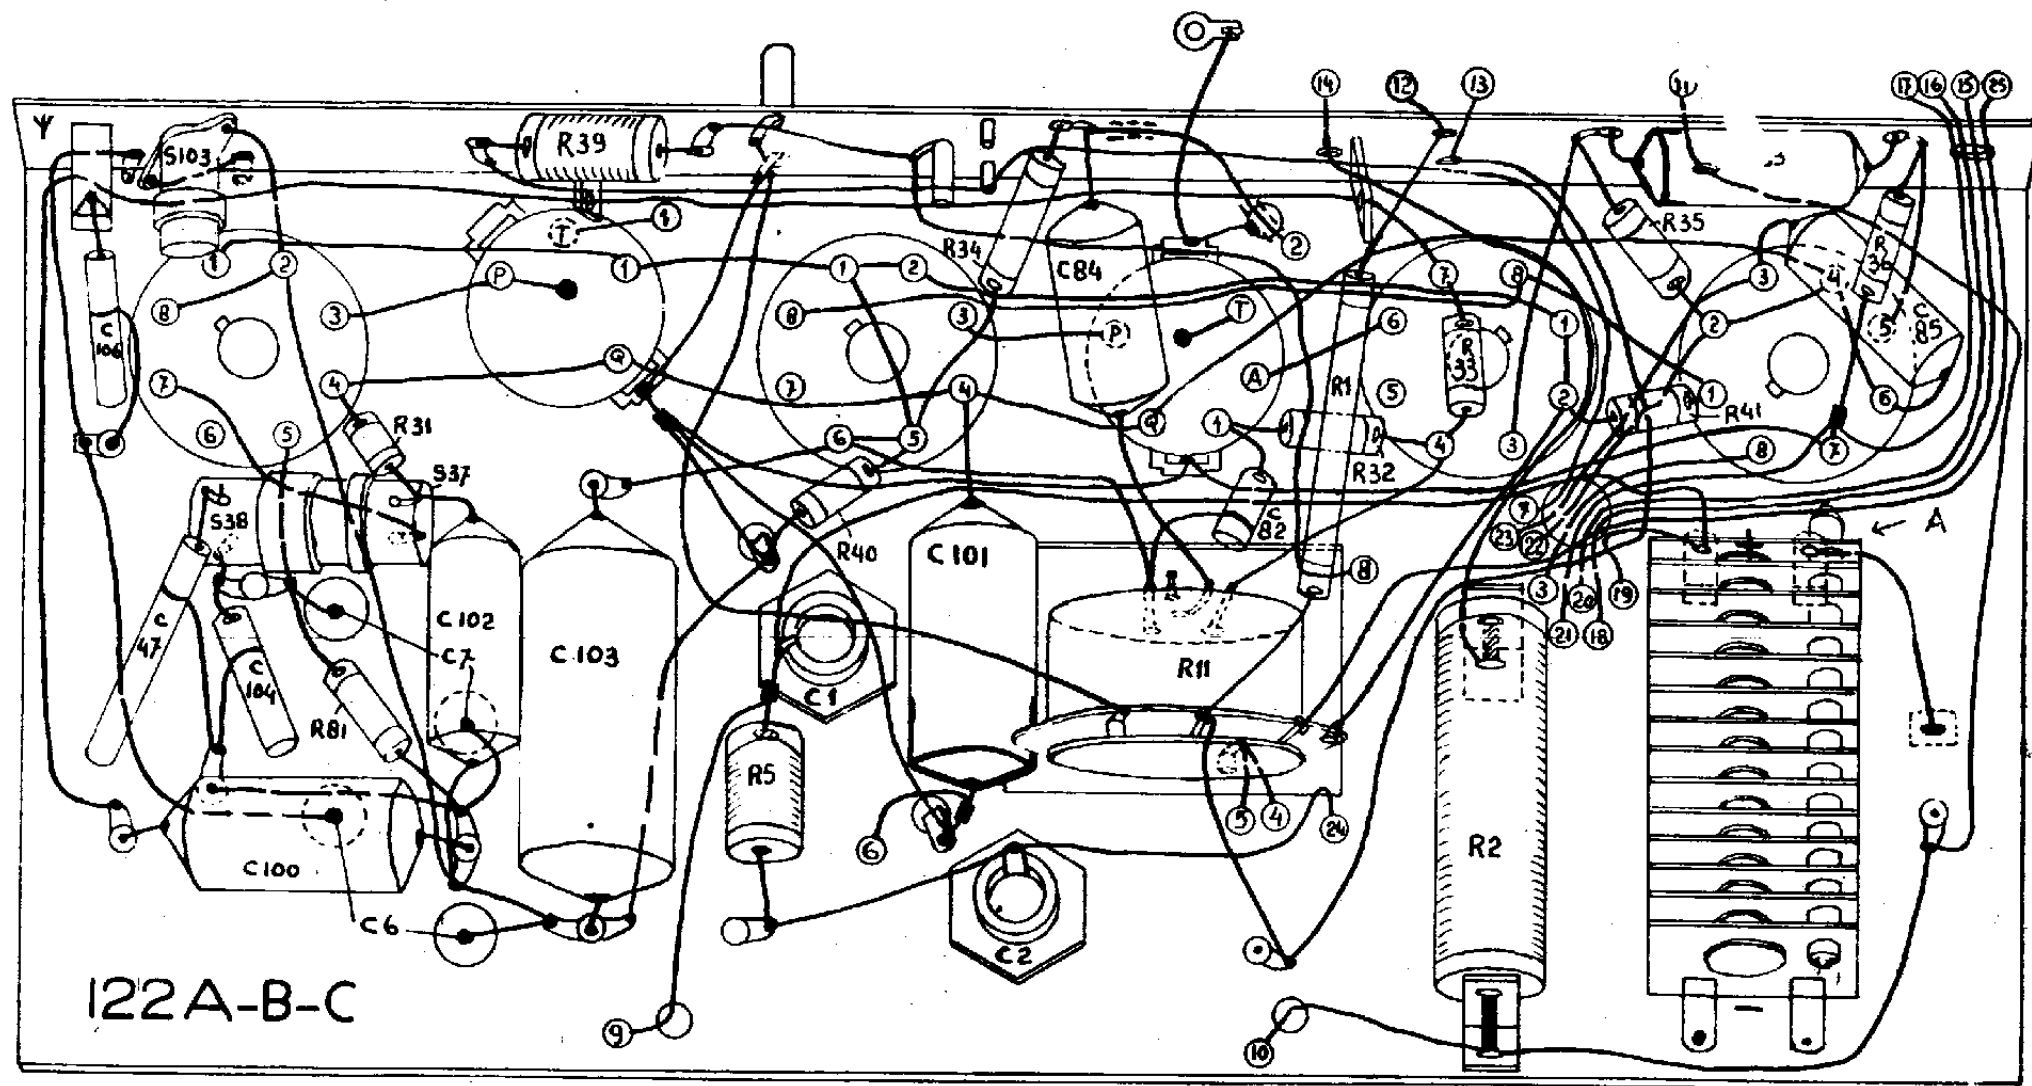

Fig. 3
- b. In de bedrading (zie fig.3) is het knooppunt R34-C84 niet meer aan een soldeeroog in de pertinax achterplaat van het chassis vastgemaakt, ter vermindering van eventuele brom.